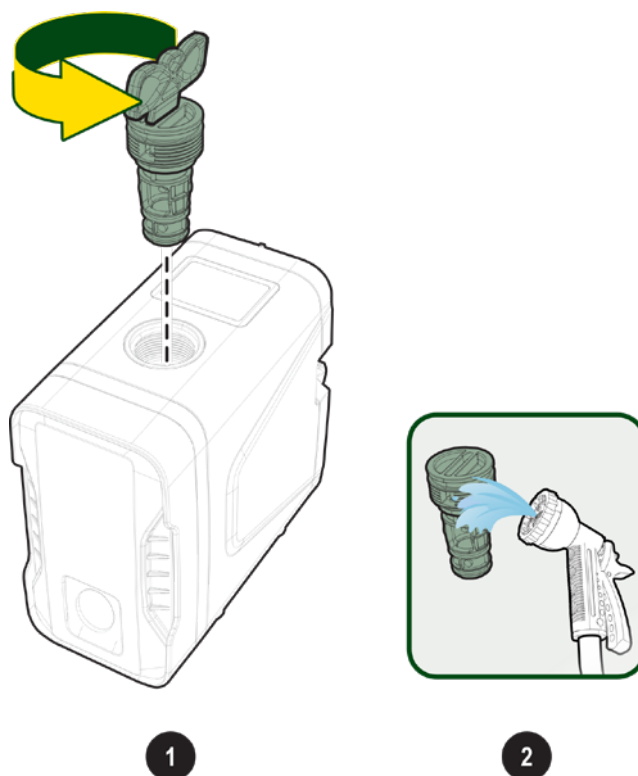

Fig. 22 Curățarea supapei de reținere
- cu ajutorul accesoriului cheie, îndepărtați capacul (vezi Fig. 22 Curățarea supapei de reținere);